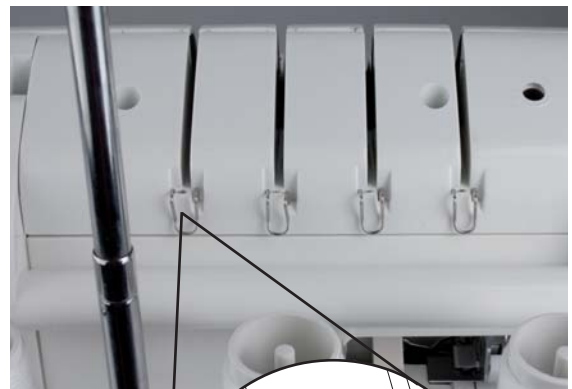

Abb.20
1. Führen Sie den Faden von hinten nach vorne durch den Fadenbaum **1** (1).
2. Fädeln Sie den Faden in die Fadenführung ein, indem Sie den Faden nach unten ziehen, bis er unter die Fadenführung rutscht (2) (Abb. 20).